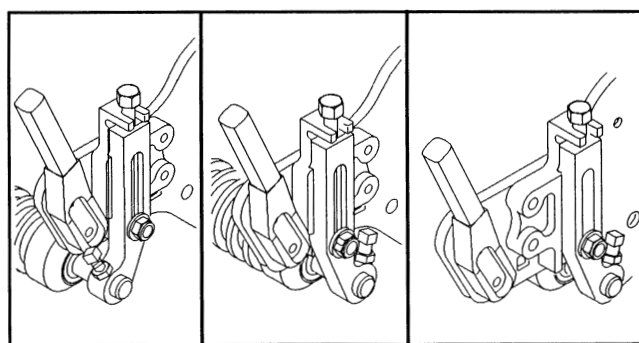

Figure 9
N.B. Il cilindro anteriore può assumere tre posizioni diverse (Fig. 9) in conformità all'applicazione ed alle esigenze.